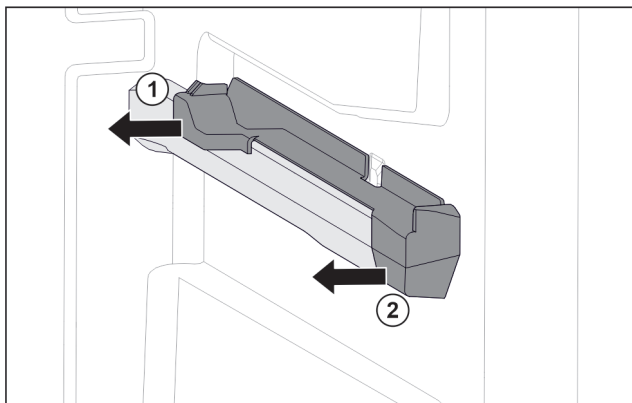

Fig. 148 Aufsteckteil auf der rechten Behälterrippe
- ▶ Aufsteckteil hinten zur Seite abziehen. Fig. 148 (1)
- ▶ Aufsteckteil vorne zur Seite abziehen. Fig. 148 (2)